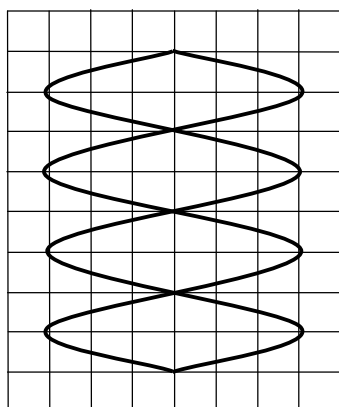

Рис. 4.
19. При измерении частоты синусоидального напряжения по методу фигур Лиссажу напряжение известной частоты было подано на вход Y, а известной – на вход X осциллографа. На экране возникла неподвижная фигура Лиссажу, показанная на рис. 4. Чему равна неизвестная частота  $f$ , если известная частота  $f_0$  равна 100 Гц?